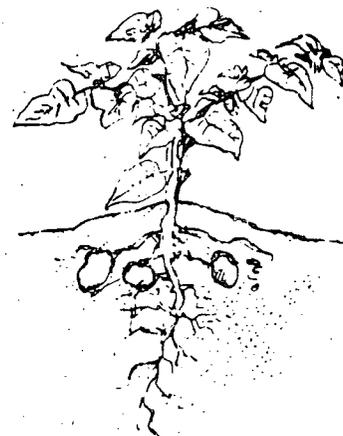

Fig. 12
*Tubérculos.* Órgãos de reserva. Ex; batata (fig. 12).